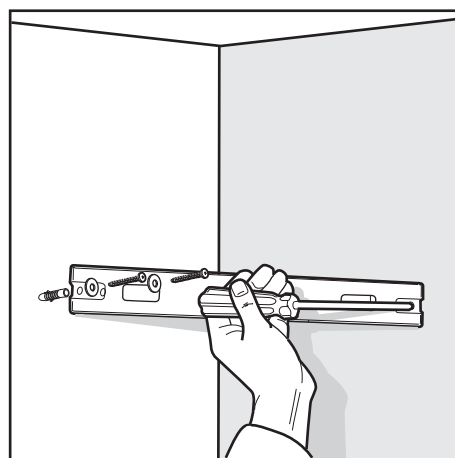

Fig. 8
- Fixez la cornière supérieure à l'aide de 4 vis 5x45 mm (Fig. 8).